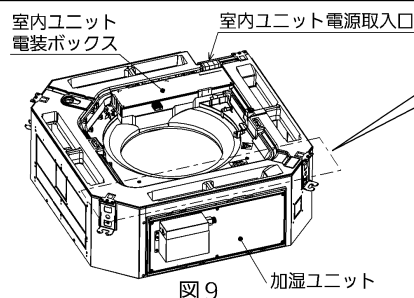

図9
9. 加湿ユニットを取り付けた側面の吹出口に付属品の風向板を取り付けてください。高加湿タイプは2か所になります。(図9,10,11)